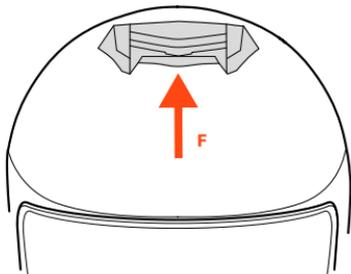

FIGURE 5
### PRISE D'AIR FRONTALE SUPERIEURE – F – Figure 5/6
- Figure 5: prise d'air complètement fermée.